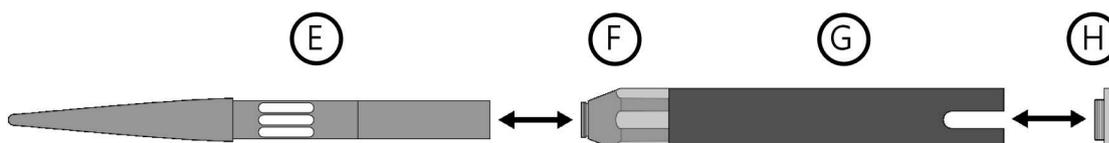

Abbildung 3.6: Zusammenbau des Wetterschutzes
Schrauben Sie anschließend die **Schutzhülse (E)** vom **Schaft (G)** und lockern sie den **Schaftkopf (F)** durch geringes Drehen etwas. Achten Sie darauf, möglichst nur an den Edelstahlkomponenten Kraft aufzuwenden und nicht die Gage zu beschädigen. Drehen Sie danach noch den **Schaftsockel (H)** ab (Abbildung 3.6).